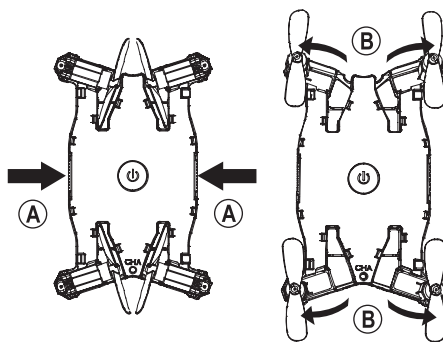

Figura 3
Premere le due manopole di sblocco (vedere la figura 3, pos. A) finché i rotori non scattano in modo udibile e visibile (B).